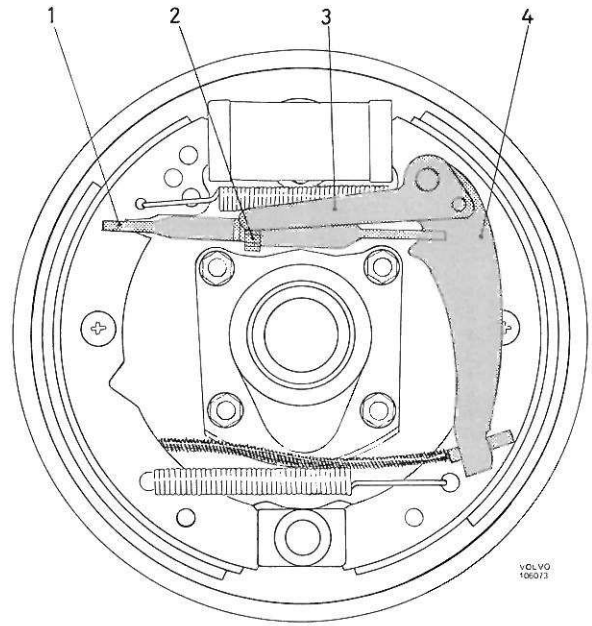

Figure 16. Dispositif d'auto-réglage
Les freins des roues arrière des systèmes à deux circuits B 20 sont du même type que ceux des systèmes à un circuit, mais ils sont munis d'un dispositif d'auto-réglage (figures 16 et 17). Le dispositif de réglage est donc supprimé et est remplacé par un support pour les segments de freins. Lorsqu'on serre le frein à main, le levier (4) est déplacé vers l'avant et la partie avant du bras de réglage (3) est déplacée vers le haut. Normalement, ce déplacement ne dépasse pas un entredit de l'écrou de réglage (2).